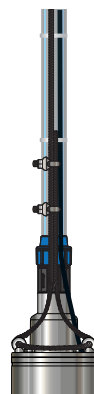

Рисунок 6
6. Закрепите электрокабель на напорной магистрали пластиковыми хомутами* с интервалом 2-3 метра с небольшим провисанием (рисунок 6).